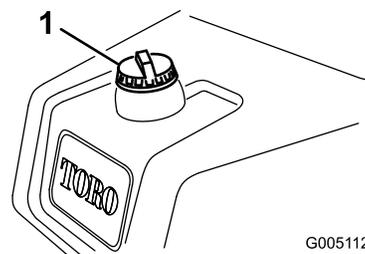

Рисунок 21
1. Очистите области вокруг крышки топливного бака и снимите ее (Рисунок 21).